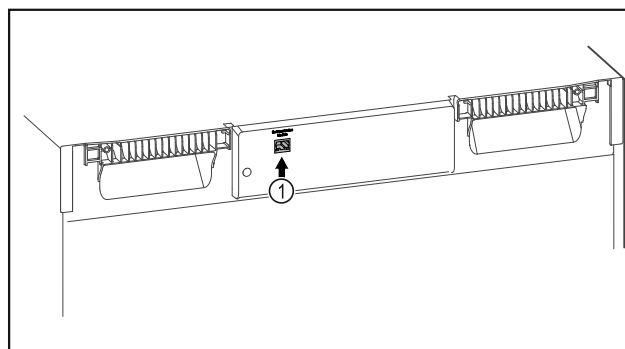

Fig. 150
- SmartModule Fig. 150 (1) is geplaatst.